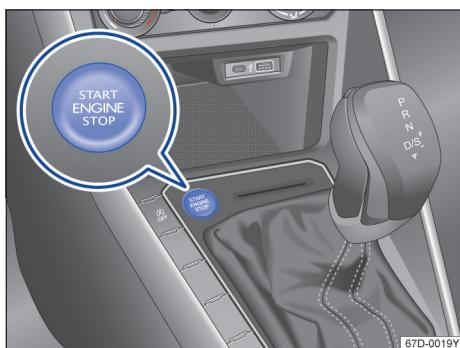

图 89 启动按钮
- 配备自动变速箱的车辆：将点火钥匙转到位置→图 88①，或短促按压启动按钮→图 89。如果无法停下发动机，则应执行应急关闭→第 90 页。